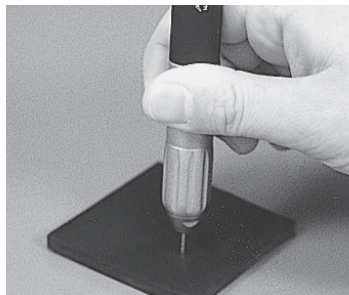

Fig.7
- 1) Dado que el dispositivo de fijación de la pieza de mano PRESTO es auto-enganchador, inserte la fresa FG de 1,6 mm de diámetro y presiónela hacia dentro como se muestra en la Fig. 7. Inserte la fresa cuyo extremo está tapado mediante la llave para insertar fresas en cuestión tal como se muestra en la Fig. 8.